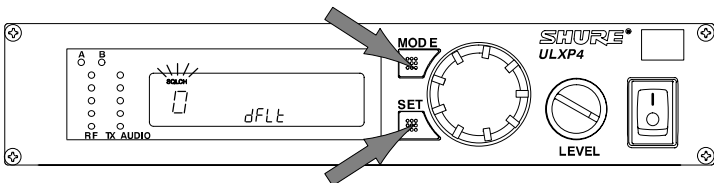

FIGURE 41
1. Maintenir enfoncé le bouton «SET» et appuyer deux fois sur le bouton «MODE». «SQLCH» clignote sur l'affichage comme illustré à la figure 41.